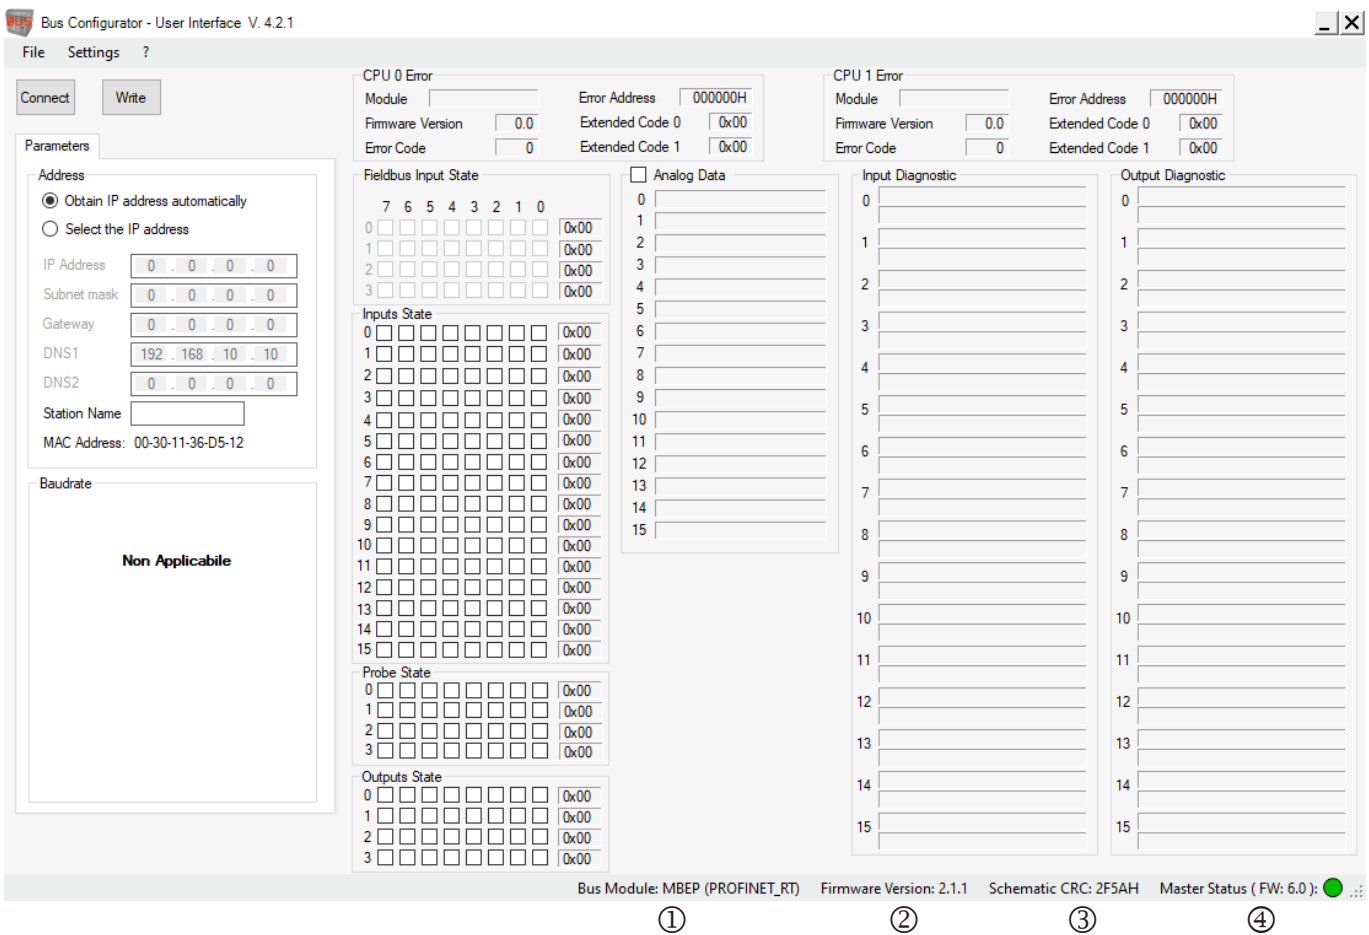

Fig. 12 : Bus Configurator – User Interface, Bus Configurator Info
Le programme détecte qu'un module de bus de terrain est raccordé (Fig. 12). La barre d'état indique le modèle de bus de terrain ①, la version du micrologiciel du module de bus de terrain ②, la CRC schématique ③ et l'état ainsi que la version du micrologiciel (firmware) du module de base ④ :
Après établissement de la connexion avec le module de bus de terrain et détection de celui-ci, les paramètres peuvent être configurés (voir Fig. 12). Le bouton **Write** permet de transférer les données de configuration au module.